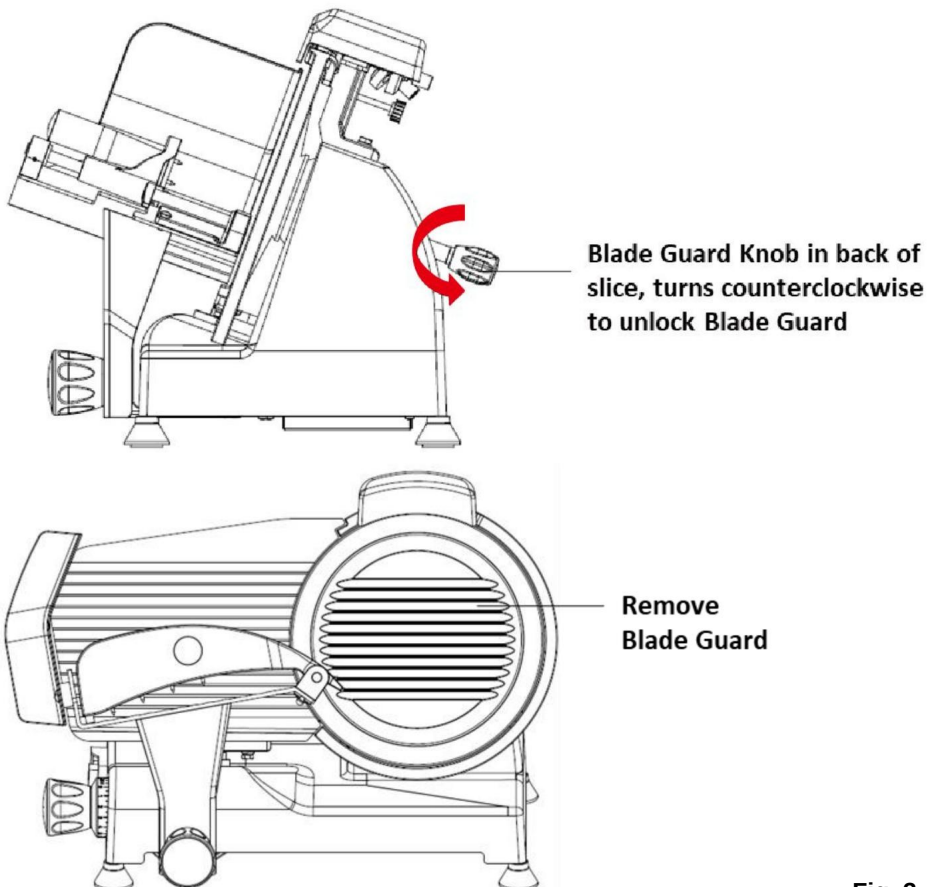

Fig. 3
5. Med en hand platt på bladskyddet (Del ȳ), vrid den svarta bladskyddsknappen (ȳ, placerad på baksidan av skärmaskinen bakom bladet) moturs tills bladskyddet (ȳ) släpps. (Se fig. 3)
6. Ta bort de tre Phillips-skruvarna som håller bladet (del ȳ). (Se fig. 3) Bladet är nu frigjort från skaftet och kan tas bort genom att försiktigt dra utåt. **ANVÄND EXTREMT FÖRSIKTIGHET: Vi rekommenderar starkt att du bär skärtåliga handskar när du tar bort, rengör och sätter tillbaka bladet.**